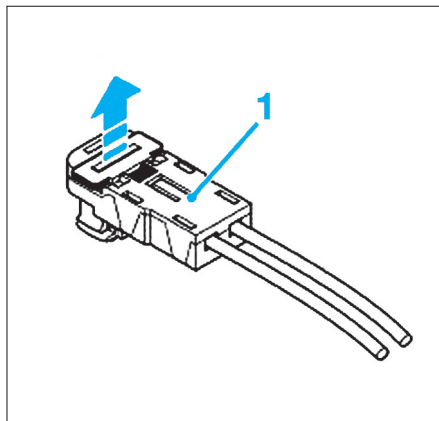
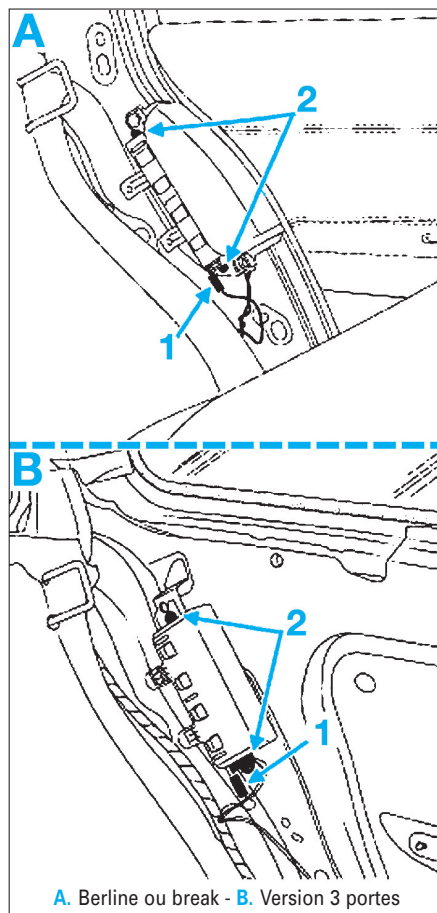
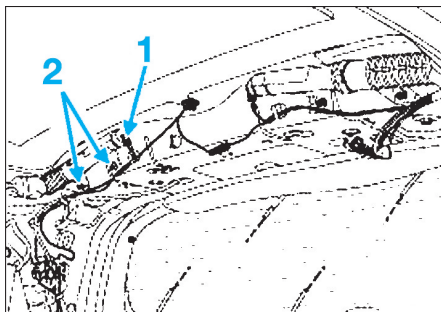

FIG. 5
FIG. 9
FIG. 10
- Déverrouiller le connecteur (1) de l'airbag puis le débrancher (Fig.5).
- Déverrouiller le connecteur (1) de l'airbag (Fig.5) et le débrancher.
- Déverrouiller le connecteur (1) de l'airbag et le débrancher (Fig.5) et (Fig.9).
- les 2 vis de fixation (2) (Fig.9)
- Déverrouiller le connecteur (1) de l'airbag et le débrancher (Fig.5) et (Fig.10).
- les vis de fixation (2) (Fig.10)